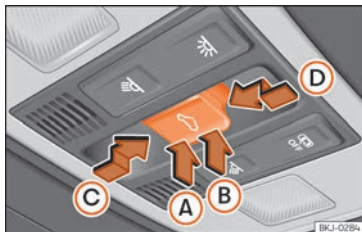

Fig. 102 En el revestimiento interior del techo: tecla del techo de cristal.
La tecla  **fig. 102** tiene dos niveles. En el primer nivel se puede situar el techo en la posición deflectora, abrir o cerrar total o parcialmente.
- Antes de que transcurran aprox. 5 segundos desde la activación de la función antiaprisionamiento, presione la tecla » » » fig. 102 hasta el segundo nivel en el sentido de la flecha » » » fig. 102 Ⓢ hasta que el techo se cierre completamente.